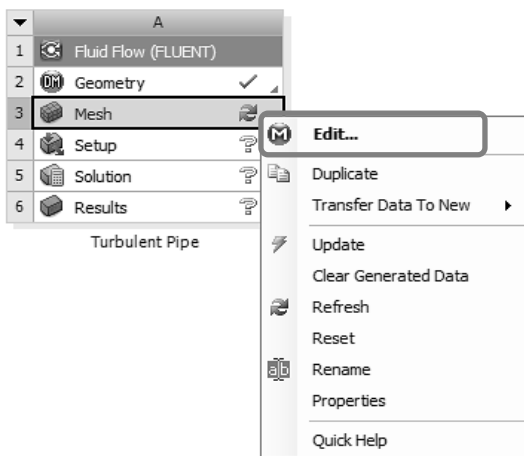

Рис. 2.7
7) В окне проекта кликаем правой кнопкой мыши по строке Mesh и далее Edit, рис. 2.7. После этого откроется окно Meshing.